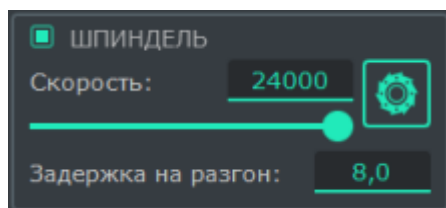

Рисунок 8 – Шпиндель.
- Измерить смещение между осями шпинделя и лазера по X и по Y (Z-щуп)с максимальной точностью) (Рисунок 8).